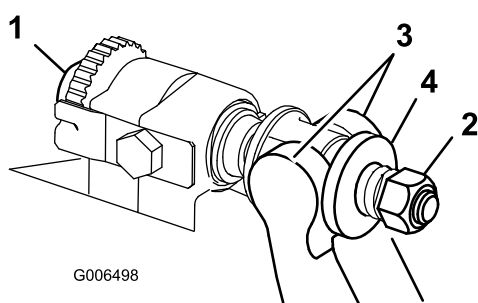

Figura 34
1. Rode os parafusos de ajuste da barra de apoio no sentido contrário ao dos ponteiros do relógio, para afastar a lâmina de corte do cilindro (Figura 34).
2. Faça recuar a porca da mola tensora até que a anilha deixe de estar sob tensão contra a barra de apoio (Figura 34).